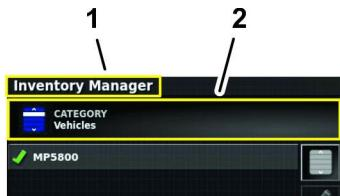

图 88
5. 如果“类别”图标上未显示类别作业请按“类别”图标图88。